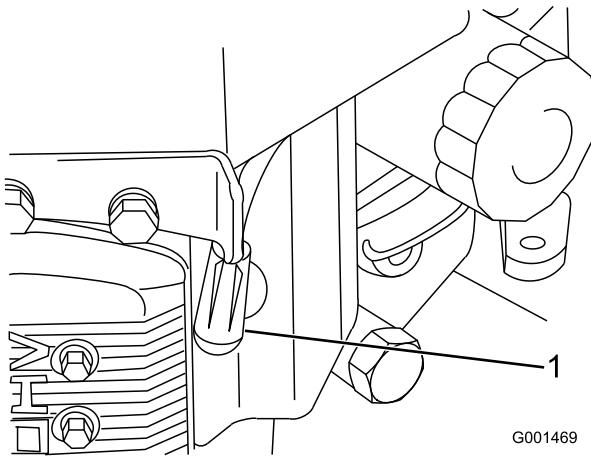

Figure 30
- Débranchez les bougies (Figure 30).